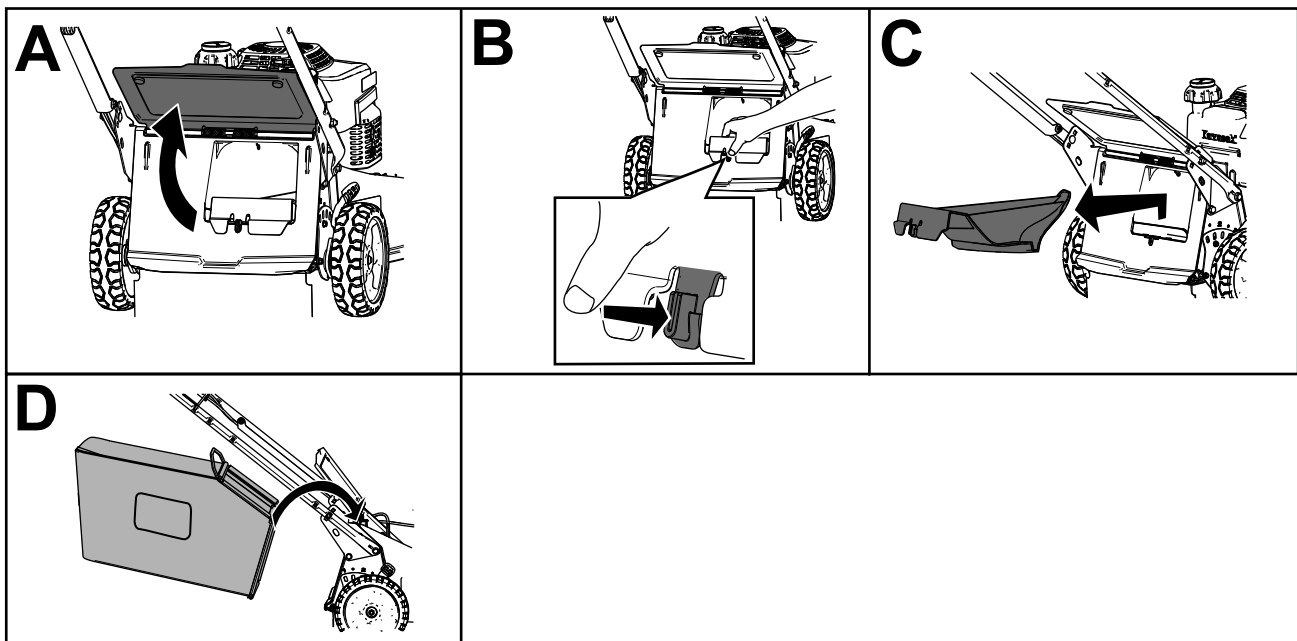

Figura 21
2. Ridicați și mențineți ridicat deflectorul spate (A din Figura 21).
3. Îndepărtați capacul evacuării posterioră prin împingerea înăuntru cu degetul a clișetului și îndepărtarea capacului de pe mână (B și C din Figura 21).
4. Instalați capetele tijei sacului în canelurile de la baza mânerului și deplasați sacul înainte și înapoi, pentru a vă asigura că ai fixat capetele tijei sacului pe părțile inferioare ale celor două caneluri (D din Figura 21).